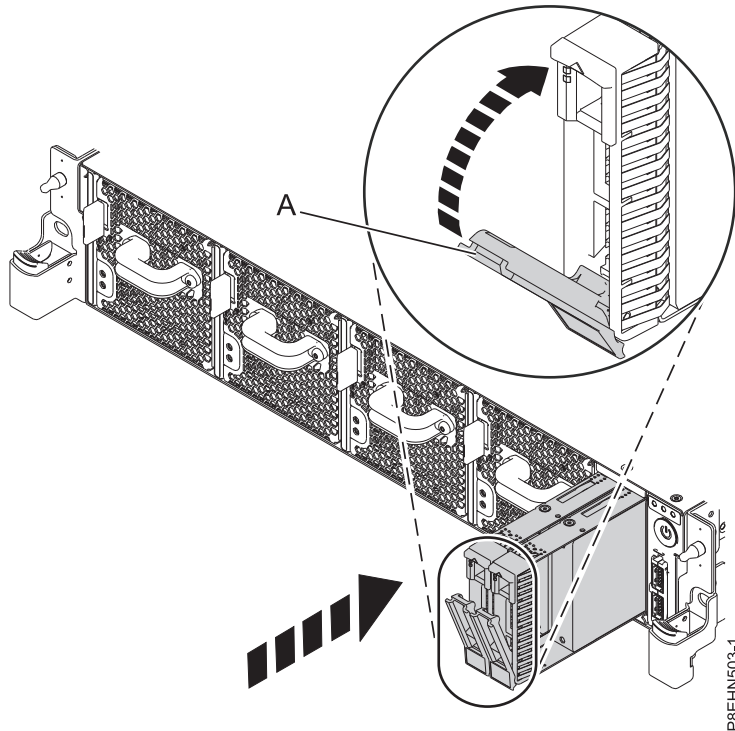

Figura 48. Detalle de bloqueo de la unidad de disco
3. Bloquee el asa de la bahía de unidad (A) presionando el pestillo de liberación del asa. Consulte la Figura 48 en la página 40.